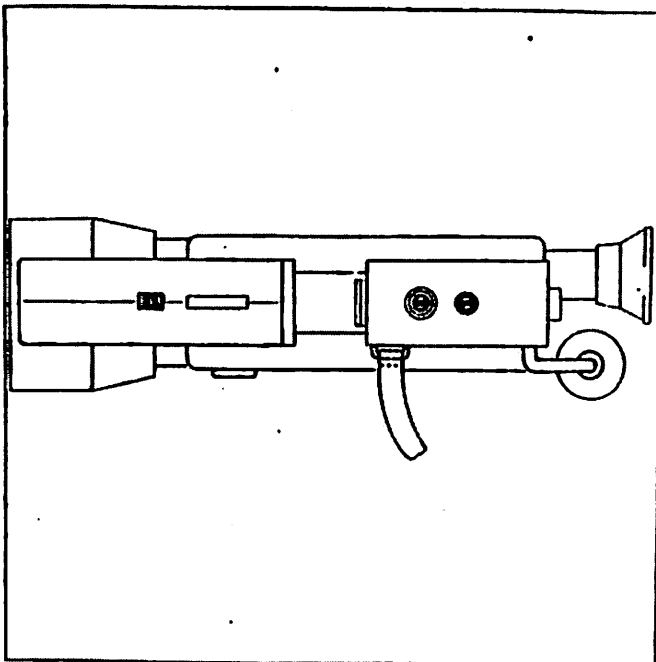

Abb.7
- Die in den Gewindeeinsätzen des Stativdeckels befindlichen Zylinderschrauben lösen und den Stativdeckel abheben (Abb. 7)